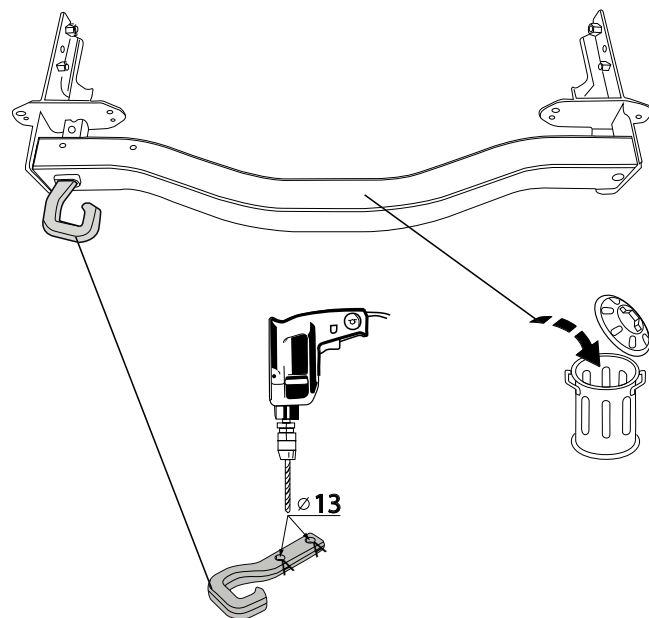

Fig. 3
6. **Внимание, если имеются:** Просверлить отверстия А диаметром \varnothing 13 мм насквозь (см. рис. 3).